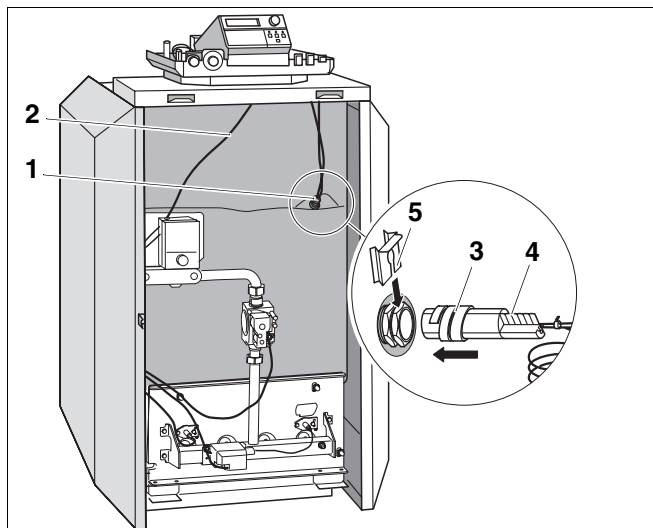

Abb. 16 Kesselvorderseite
- Kapillarrohre der Temperaturfühler und, bei Loga-matic-Regelung, die Kesselwassertemperaturfühlerleitung unter der vorderen Kesselhaube nach vorne zur Messstelle (Abb. 16, **Pos. 1**) führen. Dabei nur auf Bedarfslänge abrollen.
- Brennerleitung (Abb. 16, **Pos. 2**), unter der vorderen Kesselhaube nach hinten zur Anschlussseite des Regelgeräts führen.
- Temperaturfühler bis zum Anschlag in die Tauchhülse (Abb. 16) einstecken.
- Die Kunststoffspirale (Abb. 16, **Pos. 3**) schiebt sich dabei automatisch zurück. Die Ausgleichfeder (Abb. 16, **Pos. 4**) muss mit in die Tauchhülse geschoben werden.
- Fühlersicherung (Abb. 16, **Pos. 5**; Lieferumfang Regelgerät) von der Seite oder von oben auf den Tauchhülsenkopf drücken (Abb. 16, siehe Pfeil).